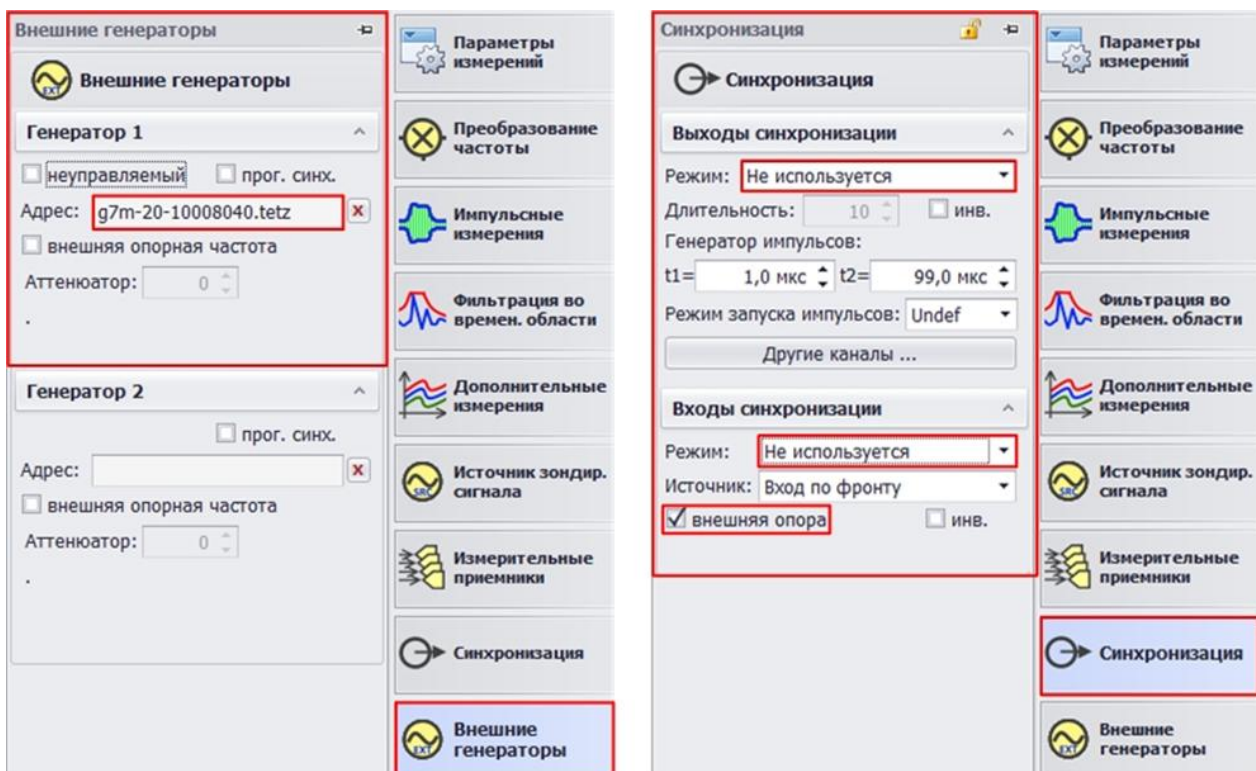

Рис. 8. Подключение генератора и настройка синхронизации
8. В окне «Внешние генераторы» подключите генератор, используемый в качестве гетеродина. В окне «Синхронизация» настройте синхронизацию ВАЦ и генератора (рис. 8). Установите флажок «Внешняя опора». Используйте для этого генератор серии «Г7М-20» производства компании «Микран». Синхронизация по опорному сигналу ВАЦ и генератора обязательна;